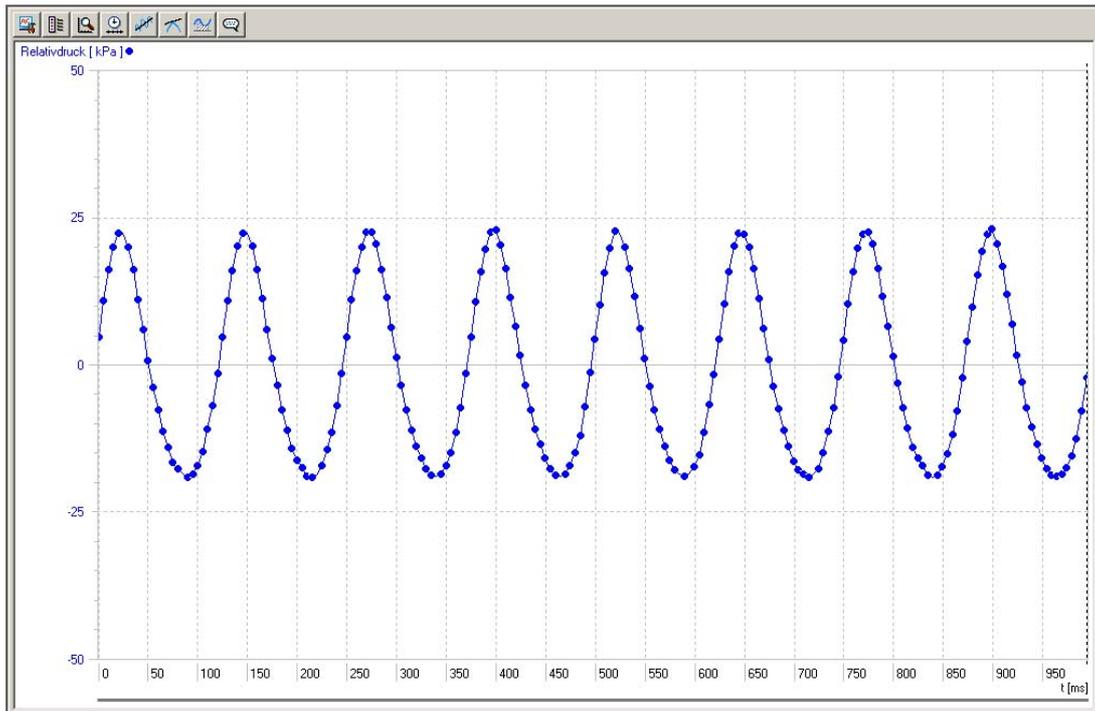

Fig. 2 Curso de la presión en el motor de Stirling U10050
- Se evalúa la curva de medida (fig. 2).